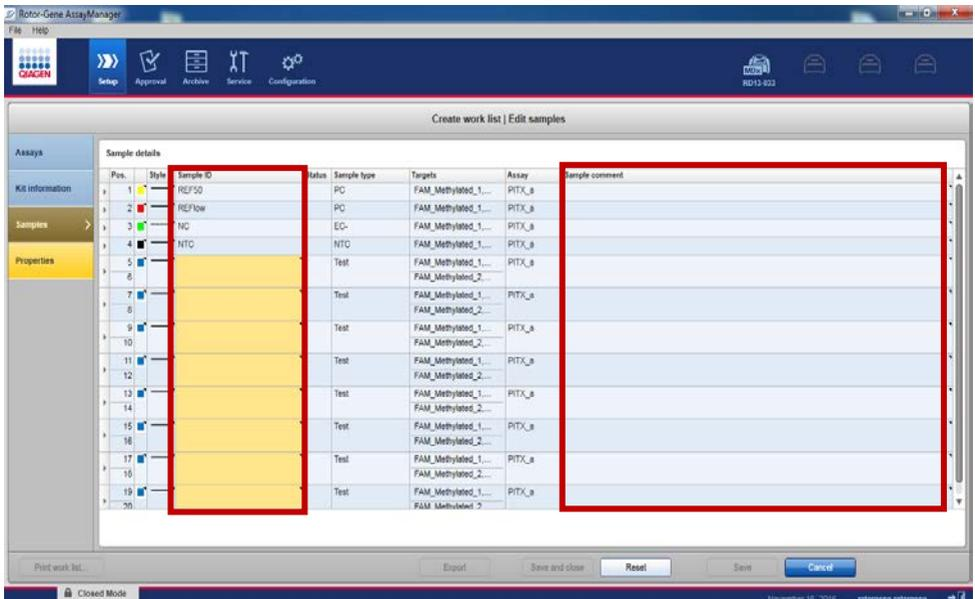

Figure 10. Paramètres de l'échantillon.
23. Saisir le numéro d'identification de l'échantillon ainsi que les informations optionnelles sur l'échantillon sous la forme d'un commentaire pour chaque échantillon (Figure 10).